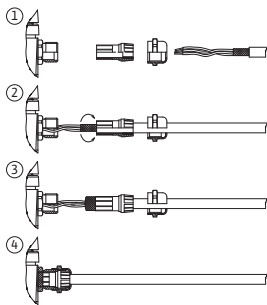

Fig. 25: Suojalevy
Suojaus yhdistetään kaapeliläpivientiin elektroniikkamoduulissa. Katso Fig. 25.
Digitaalisten tulojen, analogisten tulojen ja väyläkommunikoinnin kaapelit tulee suojata kaapeliläpiviennin (Fig. 19, pos. 4, 5 ja 6) metallisen kaapelin holkkitiivisteiden kautta. Suojaus, katso Fig. 25.
1. Avaa pikalukot (Fig. 25) varovasti työkalulla (esim. ruuvitaltalla).